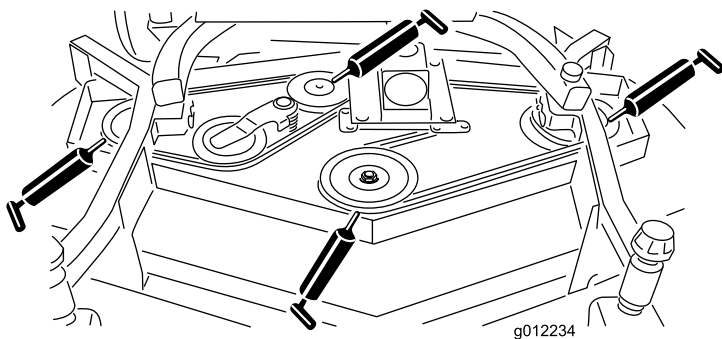

図 20
- ・ スピンドルのシャフトのベアリング (3ヶ所) (プーリの下) (図 20)
- ・ アイドラームのシャフトのベアリング (図 20)